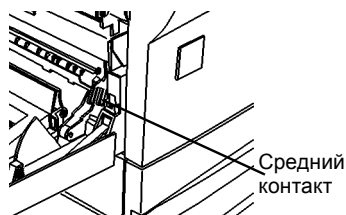

Рисунок 6 Заземление валика переноса
- а. Подсоедините черный щуп мультиметра к среднему контакту (Рисунок 6).